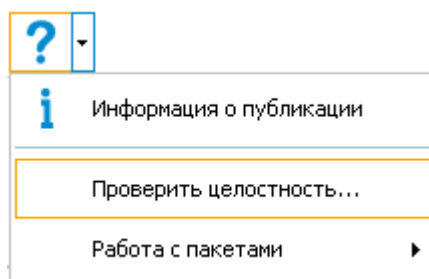

Рис. 223
1. В окне TG Browser в раскрывающемся меню кнопки **Помощь**  выберите команду **Проверить целостность...** (Рис. 223). После этого появится окно **Проверка целостности публикации** (Рис. 224).